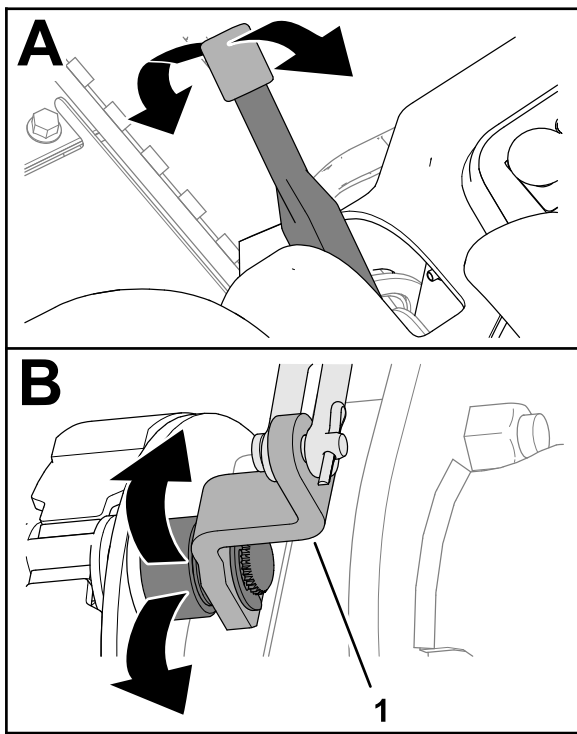

Figure 71
2. Levez ou abaissez le levier du frein de stationnement pour vérifier que le levier du levier de came du frein peut bouger librement (Figure 71).